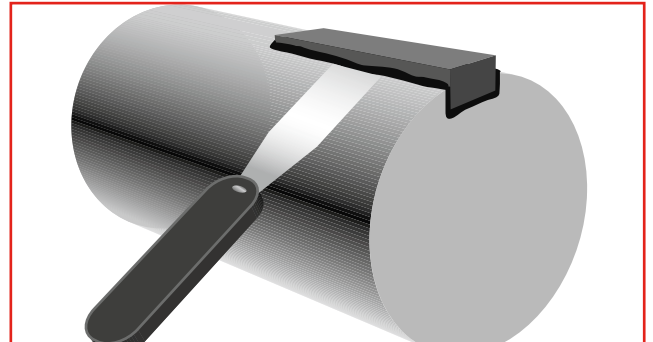

Figura 23. Elimine inmediatamente el exceso de epóxico del área reparada.
**4. Elimine** el exceso de epóxico de los lados del cuñero. (Vea la figura 23).